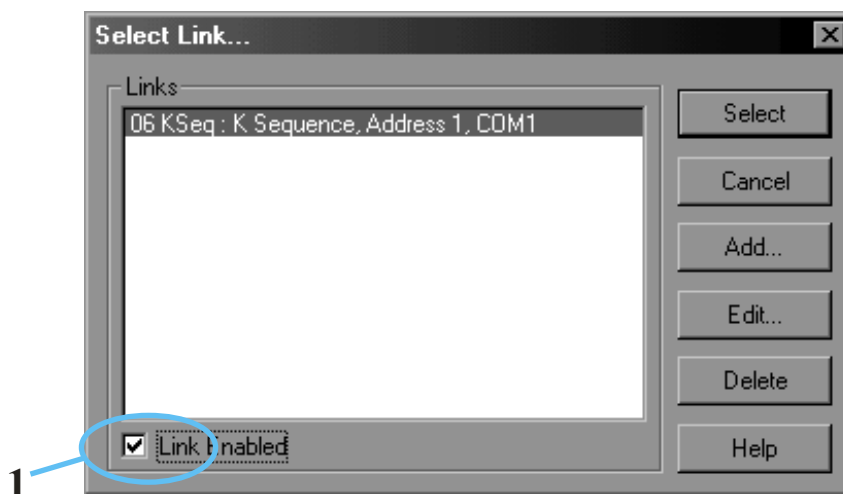

Рис. 5.28.
- в появившемся окне (рис. 5.28), поставить галочку (1) и нажать кнопку Select (признаком успешной связи является появление дополнительных кнопок на верхней панели инструментов);